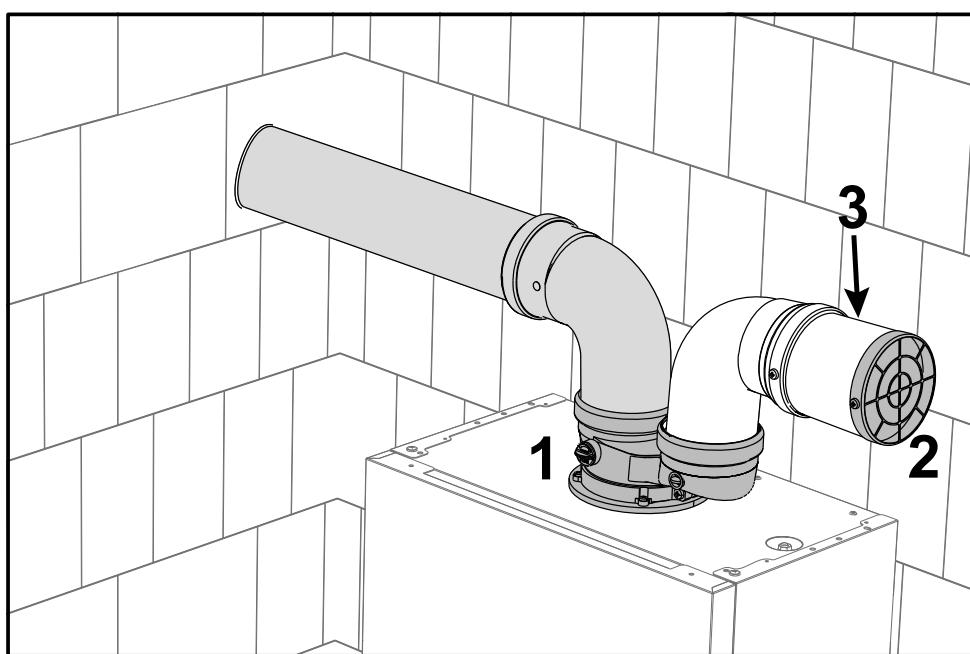

fig. 47- Grilaj de protecție
Instalați accesoriul de pornire (det. 1 fig. 47 - cod 041082X0). În conducta de aspirație trebuie să se monteze un grilaj de protecție (det. 2 - fig. 47 - cod 1KWMA85A). Dacă este necesar, introduceti un tronson (3) între grilaj și accesoriu.